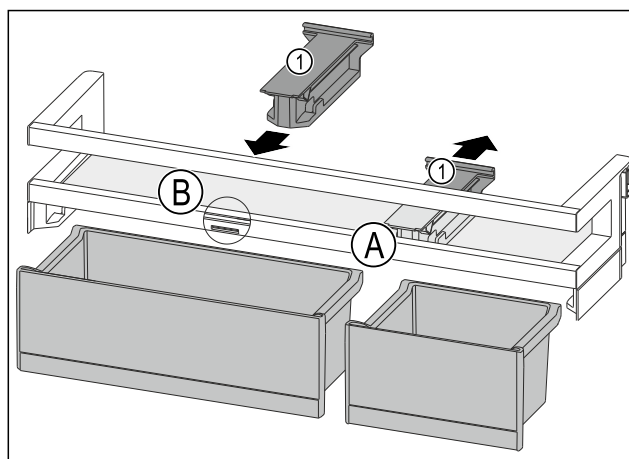

Fig. 127
- ▶ Húzza hátra a tartóelemet Fig. 127 (1) pozícióba Fig. 127 (A).
- ▶ Helyezze be a tartóelemet Fig. 127 (1) pozícióba Fig. 127 (B).